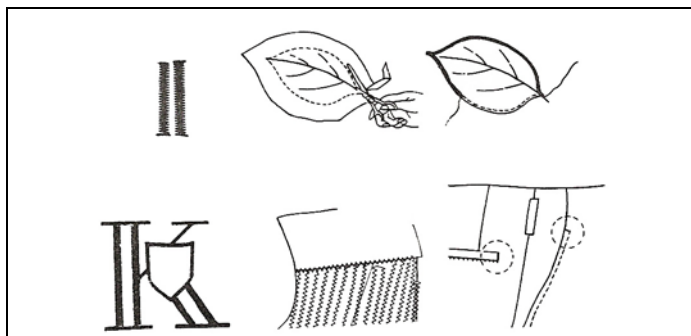

Fig. 35
21.7 OUTROS MODOS DE COSTURA (fig. 35)